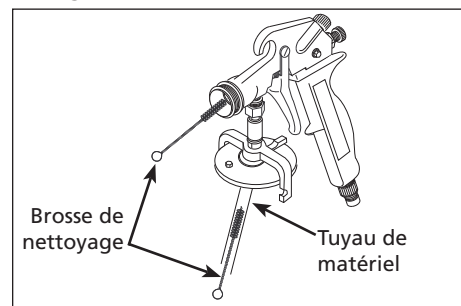

Figure 13 - Nettoyer le tuyau de matériel
4. Utiliser une brosse de nettoyage (saturée de solvant) pour nettoyer le tuyau de matériel et la buse (Voir Figure 13).